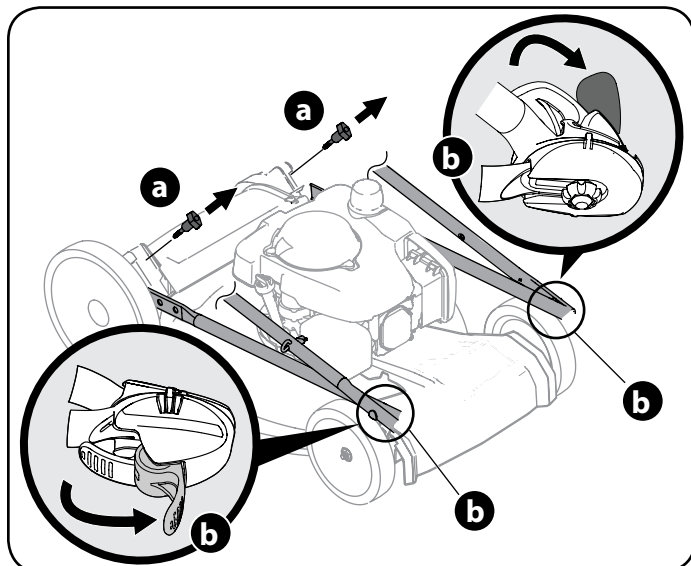

Figura 1
- a. Retire los pernos T de las ménsulas de la manija como se muestra en la Figura 1.
- c. Si es necesario, coloque las palancas de desenganche en posición destrabada. Vea la Figura 1.